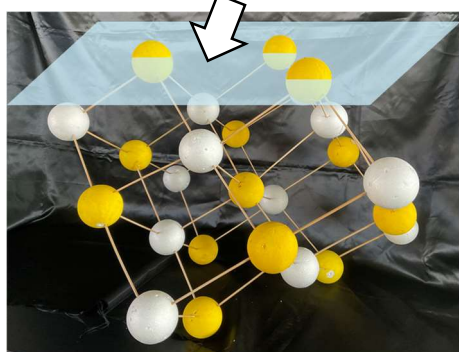

図 12 結晶が水面まで成長したときの様子 (図 11-③の拡大図)
の電荷を帯びた塩化物イオン Cl^- を表している。図 11-①のように、正の電荷をもつ Na^+ (黄) の周りには Cl^- (白) が集まってくると考えられる。次に図 11-②のように、 Cl^- (白) の周りに Na^+ (黄) が集まり、黄と白が交互に並びながら成長していくとする。図 11-③において、上部の球が水面にあるとすると、それより上方には成長できなくなる (図 12)。